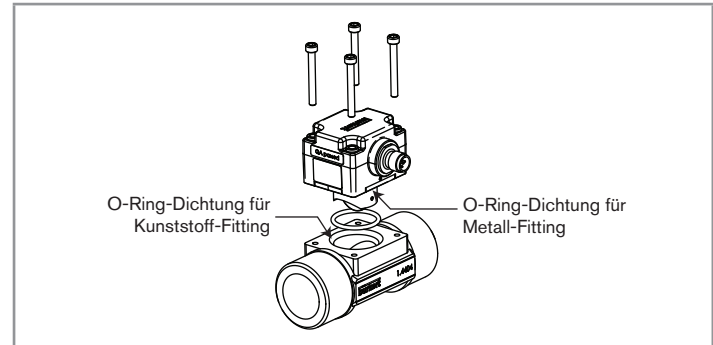

Bild 12: Explosionszeichnung des 8011
- Die neue O-Ring-Dichtung einsetzen (siehe Bild 12).